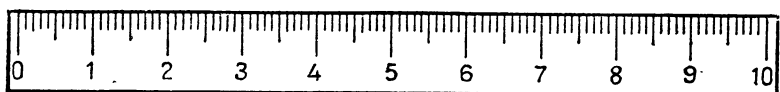

Рис. 10. Образец масштабной линейки.
3. Начертить у себя в тетради или в записной книжке масштабную линейку длиной в 10—15 см. Сантиметры можно расчертить на миллиметры (рис. 10).